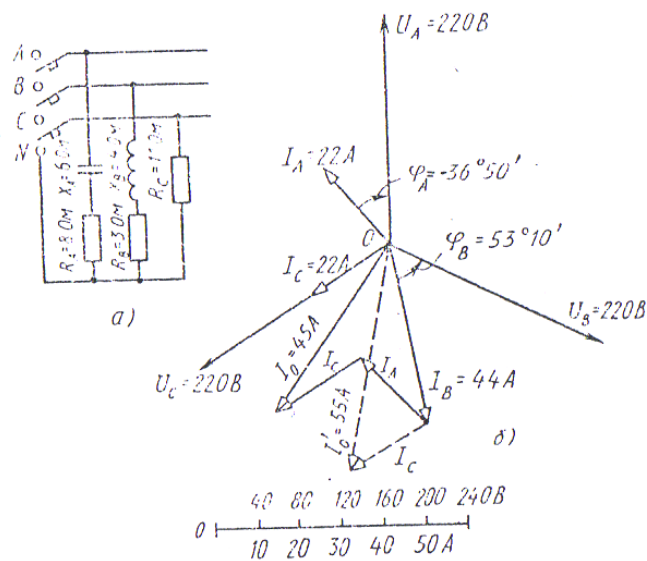

Рис. 5
3) В четырех проводную сеть включена несимметричная нагрузка, соединенная в звезду (рис. 5, а). Линейное напряжение сети  $U_{\text{ли}} = 380 \text{ В}$ . Определить токи в фазах и начертить векторную диаграмму цепи в нормальном режиме и при отключении автомата в нулевом проводе А. Из векторных диаграмм графически найти ток в нулевом проводе в обоих случаях.
2. Для построения векторной диаграммы выбираем масштабы по току: 1 см — 10 А и напряжению: 1 см — 40 В. Построение диаграммы начинаем с векторов фазных напряжений  $U_A, U_B, U_C$  (рис. 5, б), располагая их под углом  $120^\circ$  друг относительно друга. Чередование фаз обычное: за фазой  $A$  — фаза  $B$ , за фазой  $B$  — фаза  $C$ . В фазе  $A$  угол сдвига  $\phi_A$  отрицательный, т. е. ток  $I_A$  опережает фазное напряжение  $U_A$  на угол  $\phi_A = 30^\circ 50'$ . Длина вектора тока  $I_A$  в принятом масштабе составит  $22/10 = 2,2$  см, а длина вектора фазного напряжения  $U_A = 220/40 = 5,5$  см. В фазе  $B$  угол сдвига  $\phi_B > 0$ , т. е. ток отстает от фазного напряжения  $U_B$  на угол  $\phi_B = 53^\circ 10'$ ; длина вектора тока  $I_B$  равна  $44/10 = 4,4$  см. В фазе  $C$  ток и напряжение  $U_C$  совпадают по фазе, так как  $\phi_C = 0$ . Длина вектора тока  $I_C$  составляет  $22/10 = 2,2$  см.